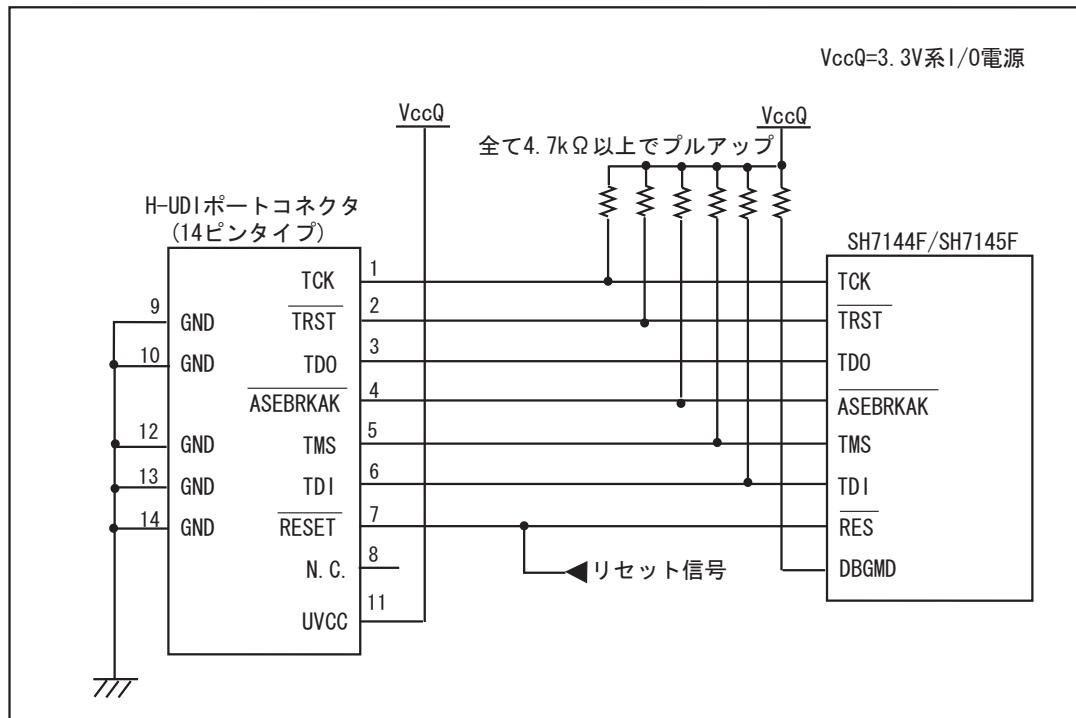
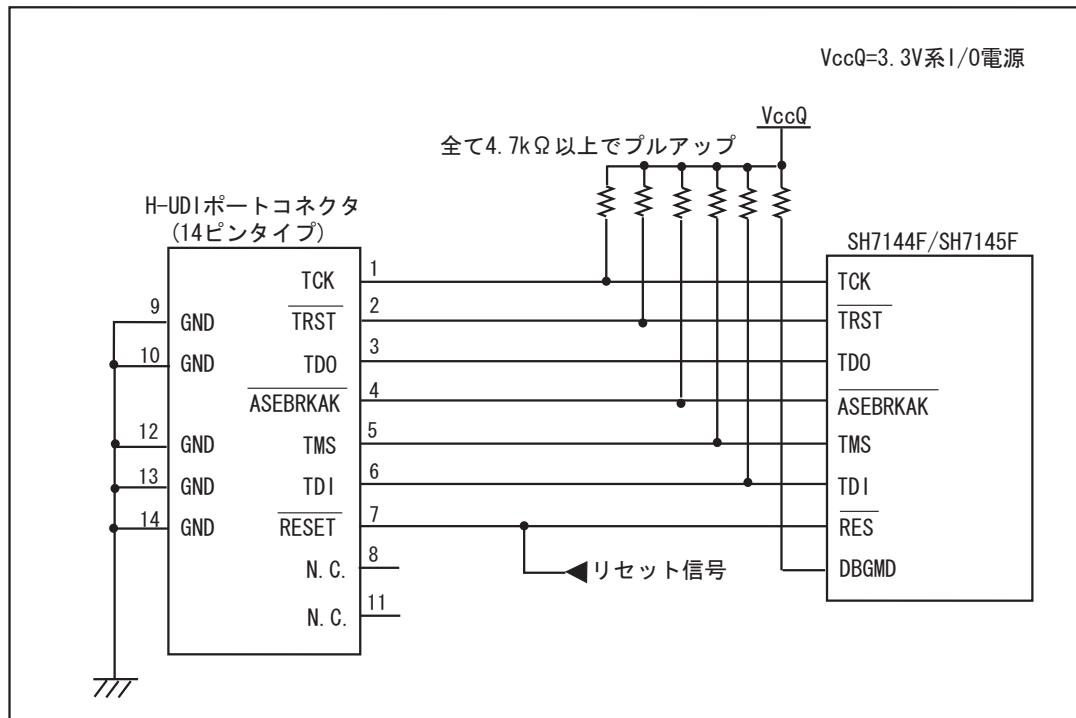

図 1.5 E10A-USB 使用時の H-UDI ポートコネクタ - チップ間の推奨接続例
図 1.6 E10A-USB 使用時の H-UDI ポートコネクタ - チップ間の接続例
E10A-USB エミュレータ使用時の H-UDI ポートコネクタ(14 ピンタイプ)とチップ間の推奨接続例を図 1.5、UVCC 未接続時の接続例を図 1.6 に示します。
6. 図 1.5, 図 1.6 に記載されている抵抗値は、参考値です。
- 図 1.5 推奨接続例で回路を組んだ場合の E10A-USB エミュレータのスイッチ設定:SW2=1, SW3=1
- 図 1.6 接続例で回路を組んだ場合の E10A-USB エミュレータのスイッチ設定 : SW2=0, SW3=1 スイッチ設定の詳細は、「SuperH™ファミリ用 E10A-USB エミュレータユーザーズマニュアル 3.8 DIP スイッチの設定」を参照してください。